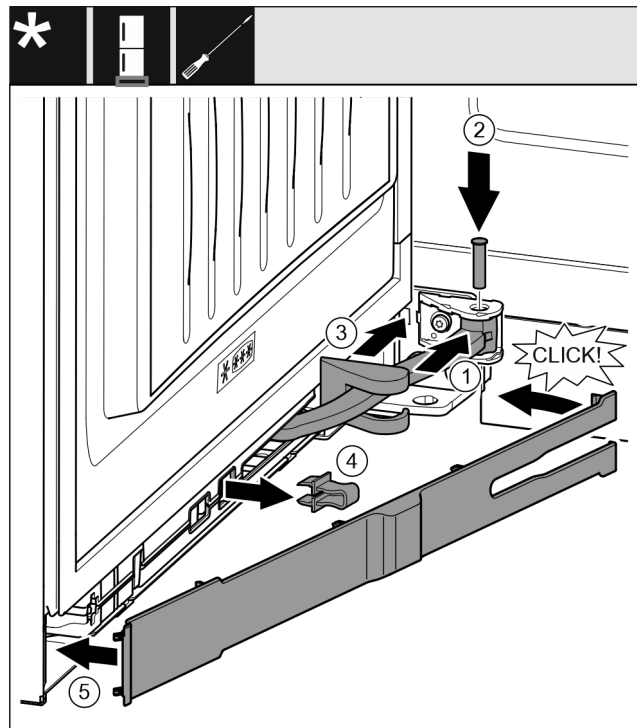

Fig. 44
- ▶ Tourner l'articulation dans la fixation. Fig. 44 (1)
- ▶ Introduire le boulon dans la fixation avec un tournevis T15 et mettre en place l'articulation. Veiller à ce que l'ergot d'encliquetage repose correctement dans la rainure. Fig. 44 (2)
- ▶ Pousser le cache du palier de support le long de l'articulation et le monter au-dessus de la fixation. Fig. 44 (3)
- ▶ Enlever l'arrêtoir. Fig. 44 (4)
- ▶ Mettre le cache du côté de la poignée et l'incliner vers l'intérieur. Fig. 44 (5)